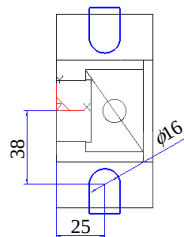

图 6-117 绘制草图
2) 利用曲面生成工具绘制如图 6-117 所示的草图, 然后单击“绘制草图”按钮退出草图绘制。